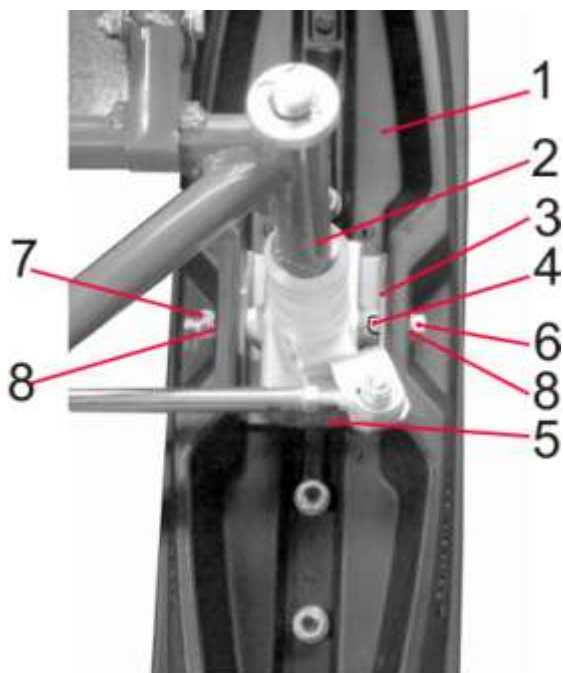

Рис. 7. Установка лыж
После установки фильтрующего элемента на место и установки крышки фильтра следует проверить функциональность праймера 4 (рис. 7) (при нажатии на праймер воздух должен поступать в поплавковую камеру карбюратора). Если шланг пережат, кнопка праймера будет упругой, снимите крышку и устраните пережатие шланга.
11.6. Установка лыж (см. рис. 7).